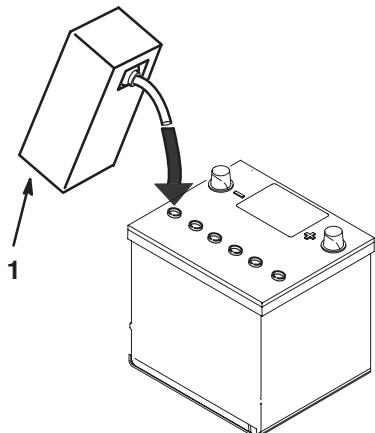

Figure 5
4. Attendez environ 20 à 30 minutes pour que les plaques aient le temps de s'impréger d'électrolyte. Faites l'appoint au besoin pour amener le niveau de liquide à 6 mm en dessous du creux de remplissage (Fig. 5).